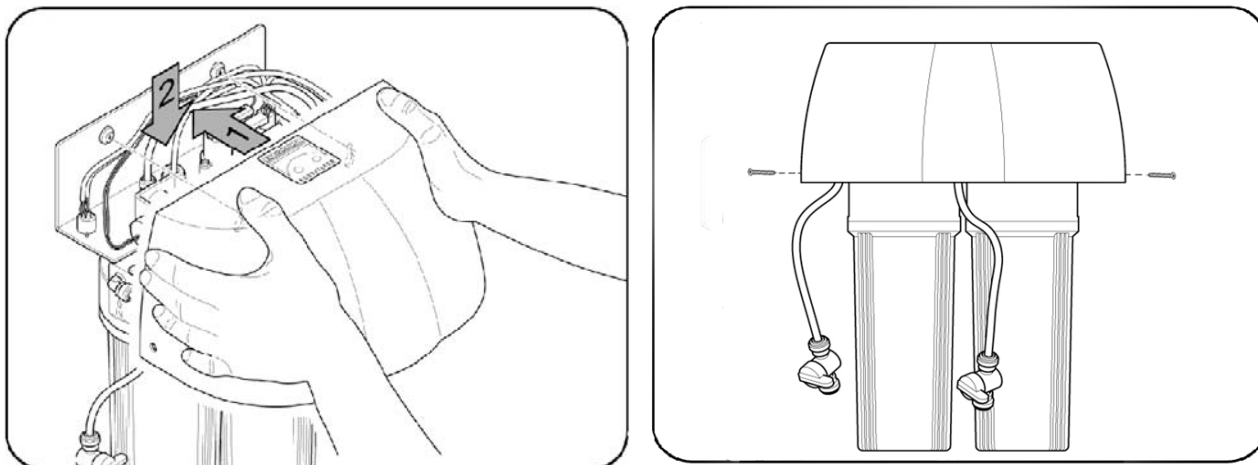

Рис. 3.6 Установка крышки на деионизатор
7. Монтируйте крышку Aquafilter, как показано на рис. 3.6. **Соблюдайте осторожность, чтобы не тянуть с силой кабель, соединяющий крышку с электроклапанами.** Прикрепите крышку по сторонам, используя два винта в комплекте.